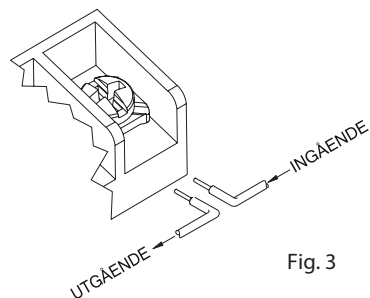

Fig. 3
- För övervakade kretsar, se figuren "Plintanslutning" och varningstext (fig. 3).